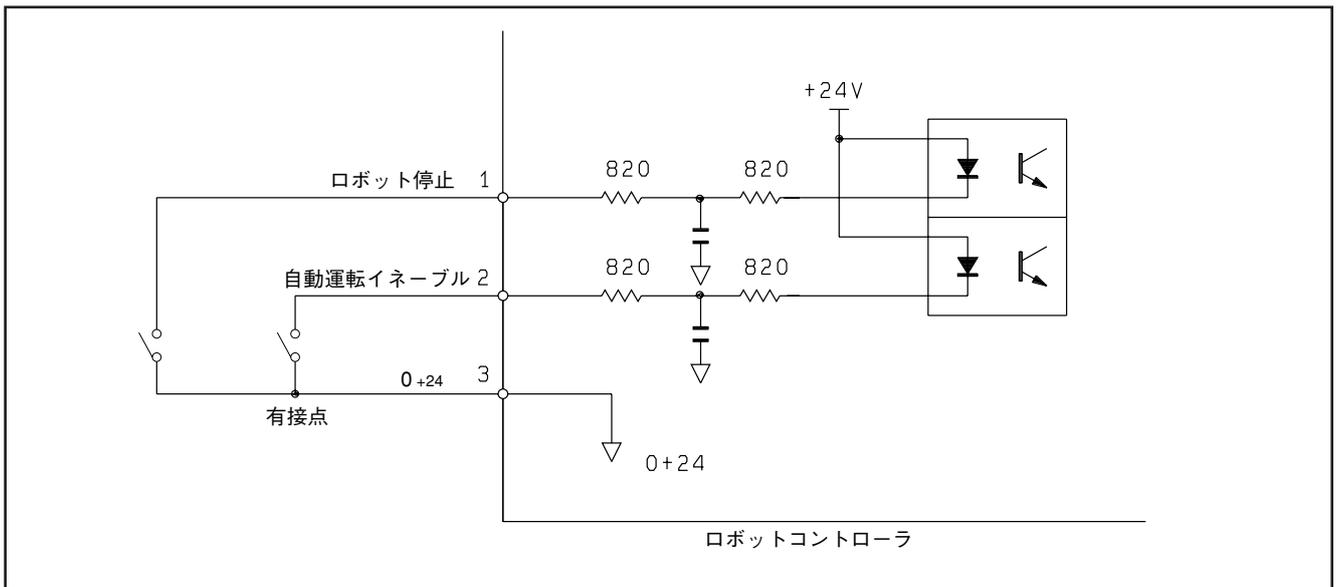

図5-46 入力回路（ロボット停止，自動イネーブル）
- ⑦ 「ロボット停止」と「自動運転イネーブル」の信号については、必ず有接点のハード回路で構成してください。
- ⑧ これらの信号だけは、他の入力回路と異なり、図5-46のような回路構成で、電源はロボットコントローラからのものを使用します。